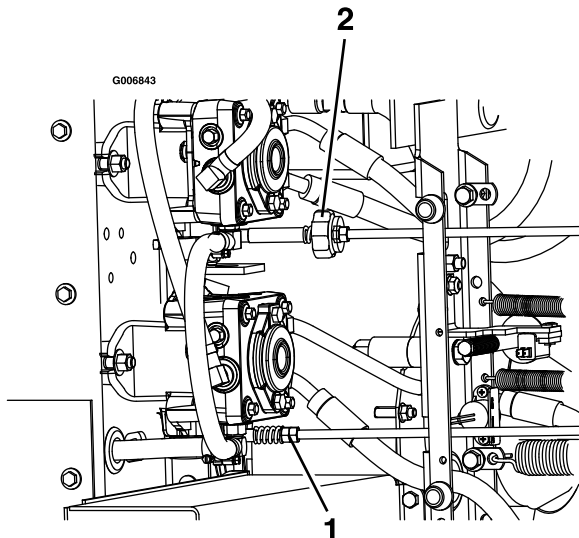

Figura 57
de la bomba que conectan el control de la dirección a los brazos de control de la bomba hasta que las ruedas se detengan o se deslicen ligeramente marcha atrás (Figura 57).
11. Ajuste el acoplamiento derecho de la bomba usando una llave para girar las tuercas dobles del conjunto (Figura 57)